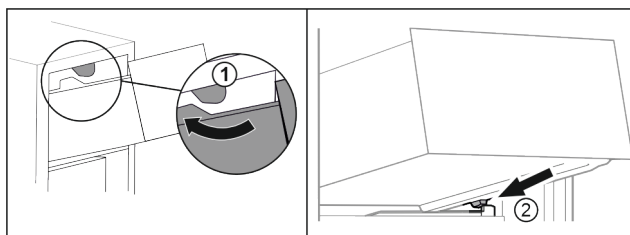

Fig. 133
- ▶ Vedte zásuvku podél horních zářezek. Fig. 133 (1)
- ▶ Nasadte zásuvku šikmo za dolní zářezky na žebrování na nádoby. Fig. 133 (2)